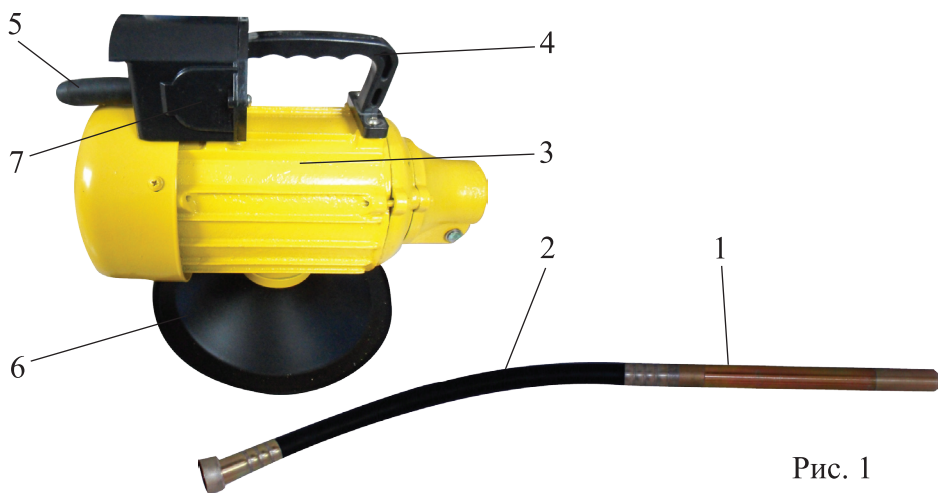

Рис. 1
- В исправности выключателя (поз. 7; рис. 1);